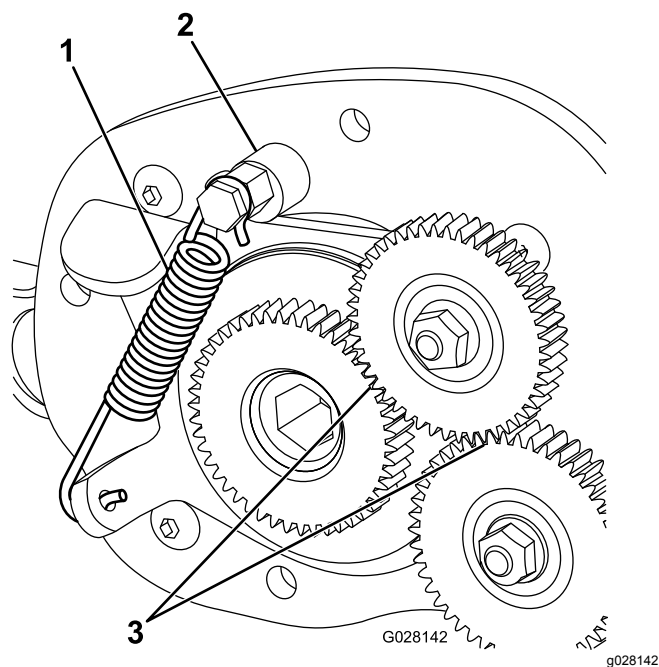

Figura 12
16. Con el engranaje intermedio engranado, utilice una galga de calibración de bujías para comprobar que hay un espacio de 0,38–0,45 mm entre el engranaje arrastrado y el engranaje intermedio fijo (Figura 12).